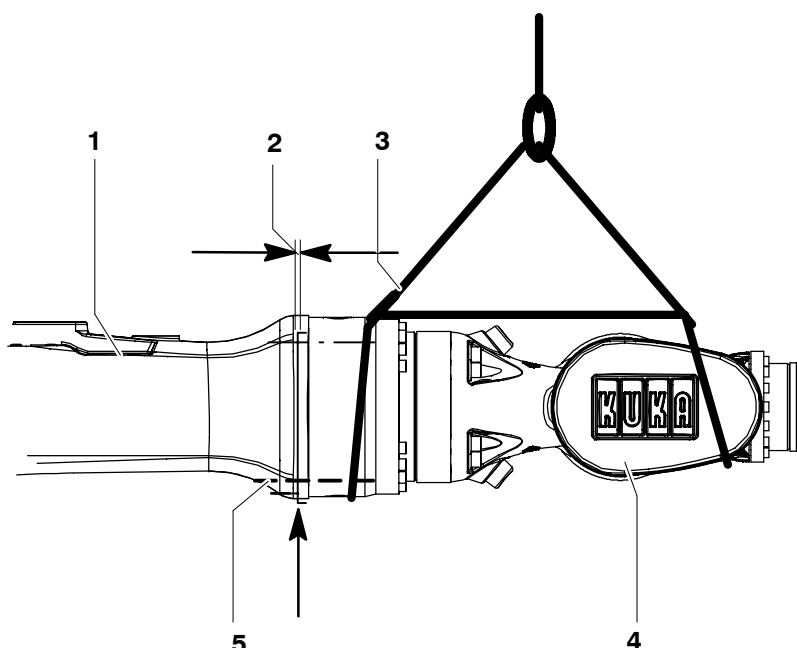

Fig. 118 Démontage et montage du poignet en ligne
- (3) Bloquer le poignet en ligne (Fig. 118/4) avec un dispositif de levage (3) ou, si ce n'est pas possible, avec une cale par le bas.
- (3) Serrer en croix 16 vis à six pans creux M6x90-10.9 (Fig. 118/5) en travaillant avec une clé dynamométrique jusqu'à l'obtention du couple de serrage M_A prescrit en procédant par étapes ($M_A = 12,5 \text{ Nm}$).
- (4) Procéder au réglage du point zéro des axes 4, 5 et 6 (voir manuel logiciel KR C4, chapitre "Mise en service", paragraphe "Calibration/Décalibration" du robot).